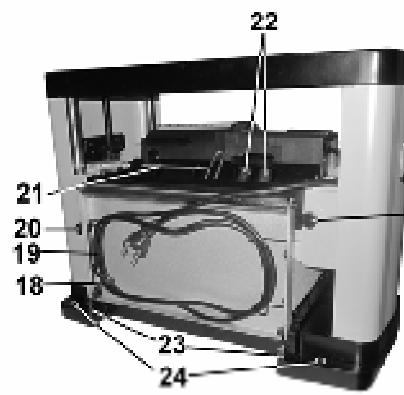

Рис. 3
Машину необходимо устанавливать на прочной, ровной горизонтальной поверхности верстака с учётом веса машины с обрабатываемой заготовкой. При выборе места для установки машины убедитесь, что помещение достаточно освещено, что оператор не будет работать в собственной тени, и с каждой стороны машины достаточно места для работы с заготовками планируемого размера. Для повышенной устойчивости машину необходимо прикрепить к верстаку болтовыми соединениями через монтажные отверстия (24), рис.3.